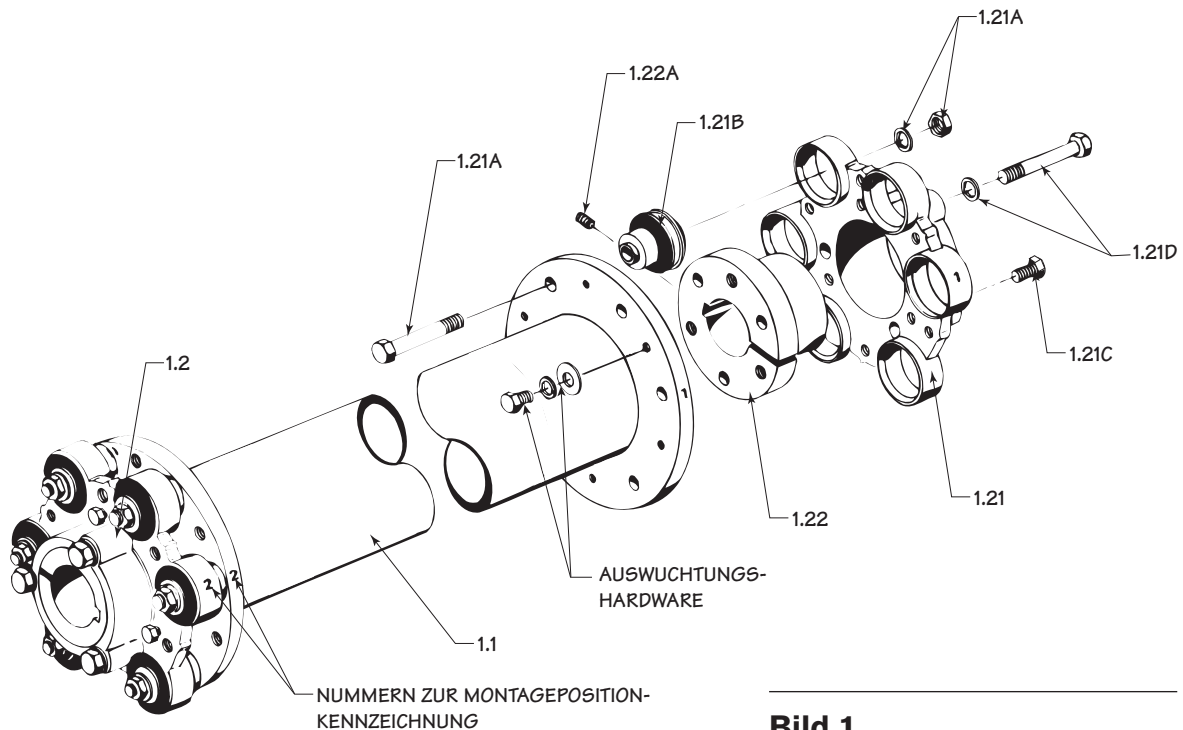

Bild 1.
Marley-Antriebswellen der Serie 301 und 400 bestehen aus einer Rohr-Baugruppe mit Motor und Geareducer®-Kopplungen. Die Antriebswellen sind dynamisch ausgewuchtet. Die Rohr- und Bügel-Flansche sind passend markiert. Siehe Bild 1. Verändern Sie während der Installation nicht die Montageposition und Zuordnung der passend markierten Komponenten. Die Antriebswellen möglicherweise ausgewuchtet werden, wenn Kupplungs-, Rohr- oder Bügel-Baugruppen ausgetauscht werden. Siehe Seite 8.
- Installieren Sie die sechs Maschinenschrauben durch die Flansch der Rohrbaugruppe in den Geareducer-Bügel, wie in Bild 1 gezeigt. Stellen Sie sicher, dass alle Flex-Buchsen korrekt in die Flansch der Rohr-Baugruppe